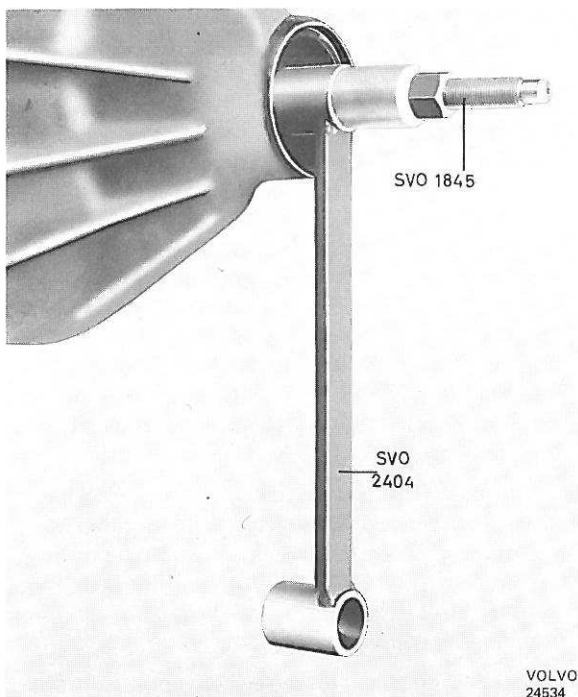

Figure 54. Remontage du pignon
5. Introduire le pignon dans le carter de pont, mettre trois cales de réglage de 0,75 mm d'épaisseur et monter le roulement avant de pignon. Monter la clé SVO 2404 et l'outil-presser SVO 1845 sur l'extrémité avant du pignon et serrer le pignon, voir figure 54.